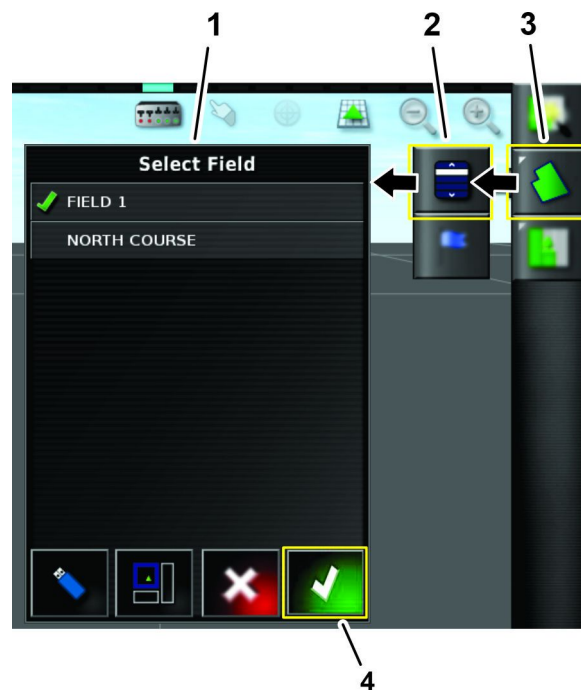

Figura 160
5. Pulse el icono MENÚ DE PARCELAS, en la lista Seleccionar parcela pulse el icono de una parcela, y pulse el icono Confirmar (Figura 160).
6. En la lista Seleccionar parcela, pulse el icono de una parcela (Figura 160); consulte Creación de una parcela nueva (página 21).